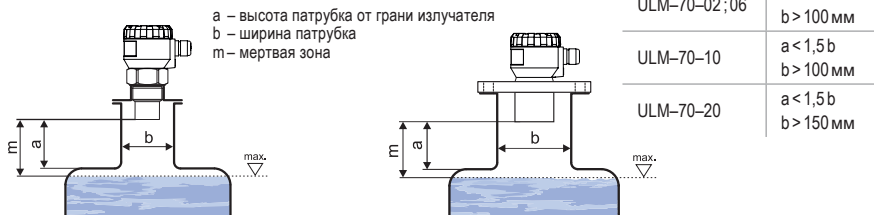

Рис. 4: Установка измерителя уровня во входном патрубке
- Если максимальный уровень среды в резервуаре поднимается до мертвой зоны, необходимо установить измеритель уровня в более высокий входной патрубок. Этим способом можно заполнить резервуар практически до максимальной высоты. Внутренняя поверхность патрубка должна быть ровной и гладкой (без граней и сварных швов), внутренний край в месте, где ультразвуковая волна выходит из трубки, должен быть закруглен. Диаметр патрубка выбирать как можно больше, а высоту патрубка - как можно меньше. Рекомендуемые размеры входного патрубка приведены на рис. 4.